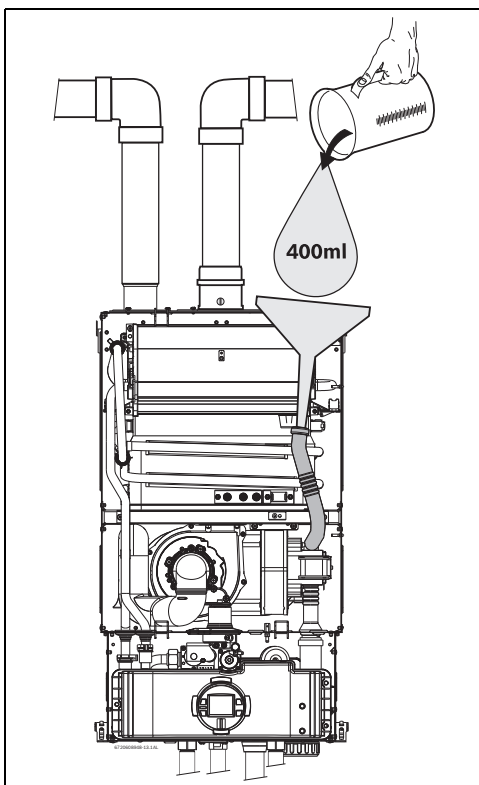

Fig. 50 Llenado del depósito de agua después de la instalación
- Llenar el depósito de aguas condensadas con aproximadamente 400ml de agua a través del tubo de condensados. Para evitar daños en el aparato utilice un embudo en la extremidad del tubo (consultar Fig. 50).
- ▶ Colocar la caja electrónica en la posición de "Mantenimiento", encajando las aletas en los orificios de la chapa metálica inferior de la caja estanca (consultar Fig.50).